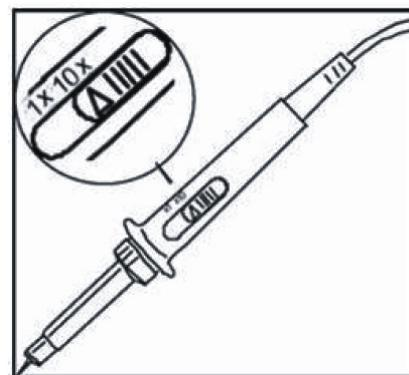

Рисунок 1-5 Установка переключателя ослабления
- Подсоедините щуп ко входу CH1 и установите переключатель коэффициента ослабления в положение 10X (Рисунок 1-5).